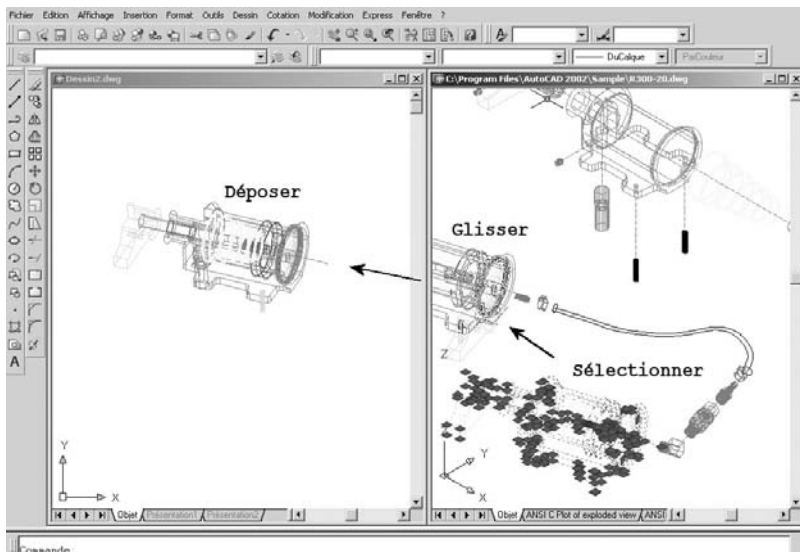

Fig.5.16
- 4 Relâcher la touche gauche de la souris (fig.5.16).